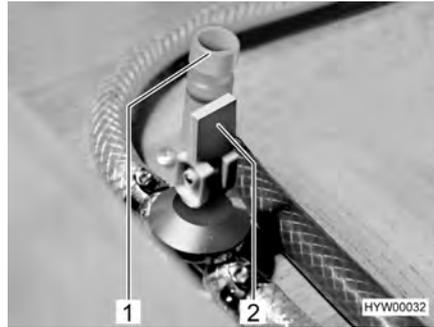

Bild 132 Ablasshähne für Truma Boiler
- Alle Ablasshähne für den Boiler schließen. Dazu den Kipphebel (Bild 132,2) waagrecht stellen bzw. die Kappe (Bild 132,1) im Uhrzeigersinn drehen.
- Alle Ablasshähne für den Boiler öffnen. Dazu den Kipphebel (Bild 132,2) senkrecht stellen bzw. die Kappe (Bild 132,1) entgegen dem Uhrzeigersinn drehen.